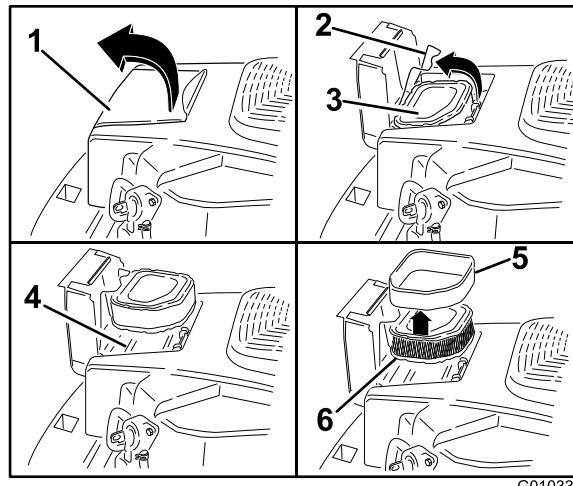

Bild 38
1. Öffnen Sie die Tür an der Luftfilterabdeckung am Gebläsegehäuse, um an den Luftfiltereinsatz zu gelangen (Bild 38).
2. Haken Sie den Riegel aus und nehmen Sie den Luftfilter heraus (Bild 38).